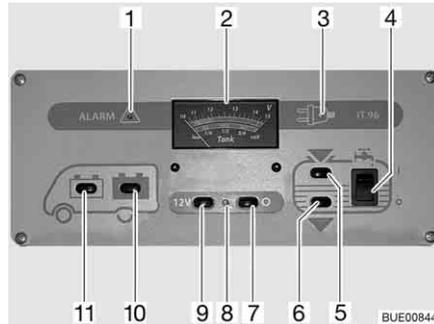

Bild 98 Panel IT 96-2
Der 12-V-Hauptschalter (Bild 98,7 und 9) schaltet das Panel und die 12-V-Versorgung des Wohnraums ein und aus.
**Einschalten:** ■ Schalter (Bild 98,9) drücken "12 V": Die 12-V-Versorgung des Wohnraums ist eingeschaltet. Die Kontroll-Leuchte (Bild 98,8) leuchtet grün.
**Ausschalten:** ■ Schalter (Bild 98,7) drücken "O": Die 12-V-Versorgung des Wohnraums ist ausgeschaltet. Die Kontroll-Leuchte (Bild 98,8) erlischt.
Beim Anzeigeeinstrument V/Tank (Bild 98,2) die obere Skala beachten. Das Anzeigeeinstrument wird automatisch beleuchtet, sobald ein Schalter gedrückt wird.
- Schalter (Bild 98,11) drücken "": Die Batteriespannung der Starterbatterie wird angezeigt.
- Schalter (Bild 98,10) drücken "": Die Batteriespannung der Wohnraumbatterie wird angezeigt.
Beim Anzeigeeinstrument V/Tank (Bild 98,2) die untere Skala beachten. Das Anzeigeeinstrument wird automatisch beleuchtet, sobald ein Schalter gedrückt wird.
- Schalter (Bild 98,5) drücken "": Die Wassermenge wird angezeigt.
- Schalter (Bild 98,6) drücken "": Die Abwassermenge wird angezeigt.
- Wippschalter (Bild 98,4) oben drücken "I": Die Wasserversorgung ist eingeschaltet.
- Wippschalter (Bild 98,4) unten drücken "O": Die Wasserversorgung ist ausgeschaltet.
Die rote Warnleuchte "ALARM" (Bild 98,1) blinkt, sobald die Spannung der Wohnraumbatterie 11 V (Messung im laufenden Betrieb) unterschreitet und damit Tiefentladung droht.
Die 12-V-Kontroll-Leuchte (Bild 98,8) leuchtet, wenn der 12-V-Hauptschalter (Bild 98,9) eingeschaltet ist.
Die gelbe 230-V-Kontroll-Leuchte (Bild 98,3) leuchtet, wenn am Eingang des Elektroblocs Netzspannung vorhanden ist.